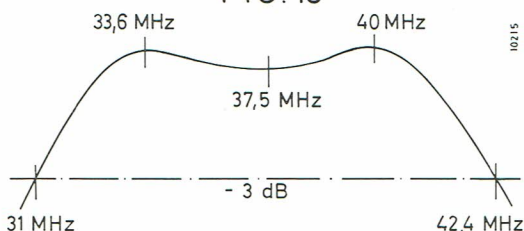

FIG. 14
- Régler : L 316 (T 309) et L 317 (T 309) pour obtenir la courbe fig. 14.